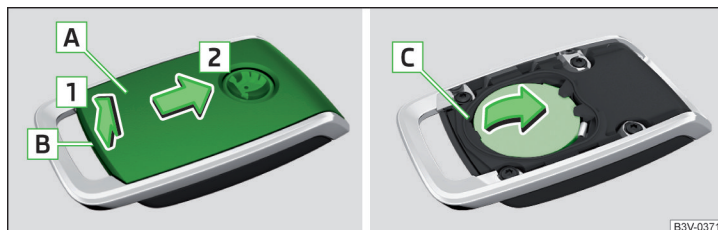

Fig. 331 Abrir la tapa / Extraer la pila
- Con un destornillador plano y delgado aflojar la tapa [A] en el área [B] » fig. 331.